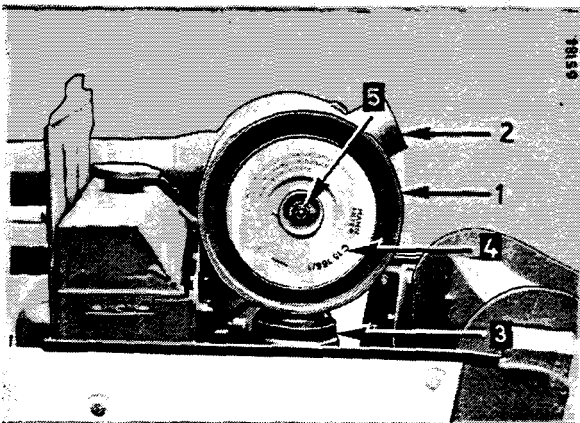

Figure 64
Obstruez le conduit d'admission d'air (2) Fig. 64 de manière appropriée.
Le vide-poussière (3) Fig. 64 élimine automatiquement la saleté accumulée dans le filtre à air.